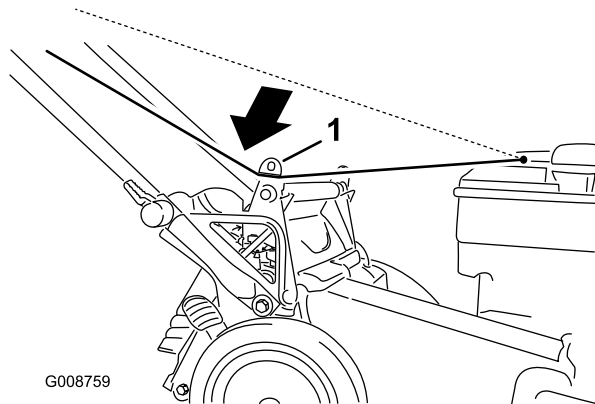

Figure 23
1. Faites passer le câble du lanceur autour du guide inférieur (Figure 23).